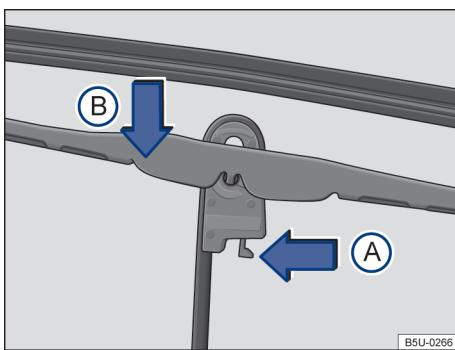

Fig. 105 Substituir as palhetas dos limpadores do para-brisa.
- Colocar a palheta em uma posição perpendicular em relação ao braço → Fig. 105.
- Apertar a trava de segurança no sentido da seta ②.
- Desencaixar a palheta no sentido da seta ③, deslocar no sentido oposto ao braço do limpador e remover no sentido oposto ao da seta ④.